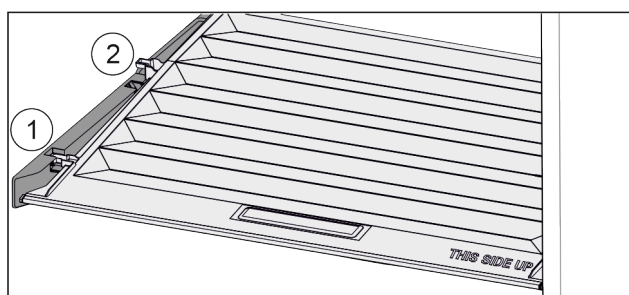

Fig. 27
- Потянуть крышку до отверстия в поддерживающих деталях вперед Fig. 27 (1).
- Поднять сзади снизу и извлечь Fig. 27 (2) движением вверх.